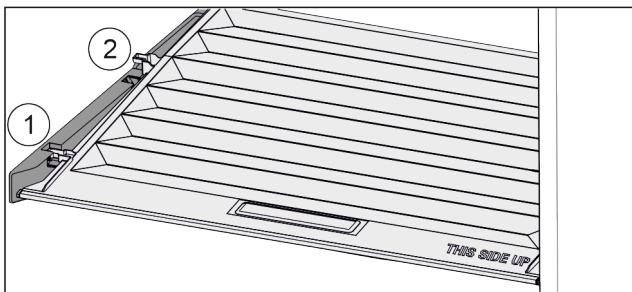

Fig. 32
- ▶ Потянуть крышку до отверстия в поддерживающих деталях вперед Fig. 32 (1).
- ▶ Поднять сзади снизу и извлечь Fig. 32 (2) движением верх.